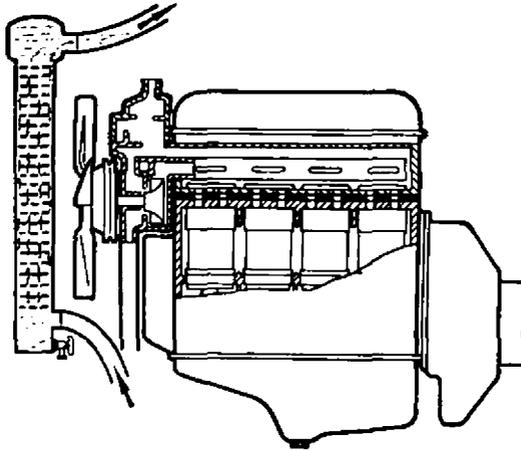

Рис. 32. Промывка радиатора
3. Промыть радиатор горячей водой в направлении, обратном циркуляции воды в двигателе в течение 30—40 минут под напором  $0,5 \text{ кг/см}^2$  (рис. 32).